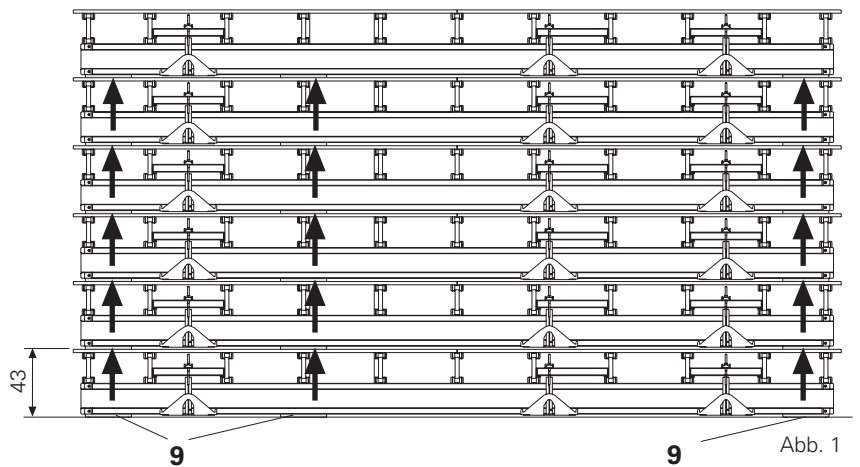

Abb. 1
- Transportbreite: 2,15 m bzw. 2,65 m. Abb.1
- Die Auflageplatten **9** müssen übereinander liegen. Abb.1